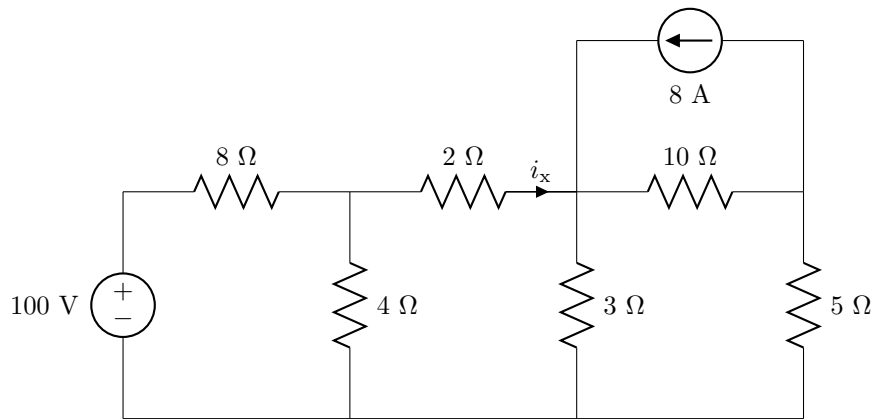

Figura 3.3: Circuito del problema 5.
5. Utiliza el análisis de mallas para encontrar  $i_x$  en el circuito de la figura 3.3.